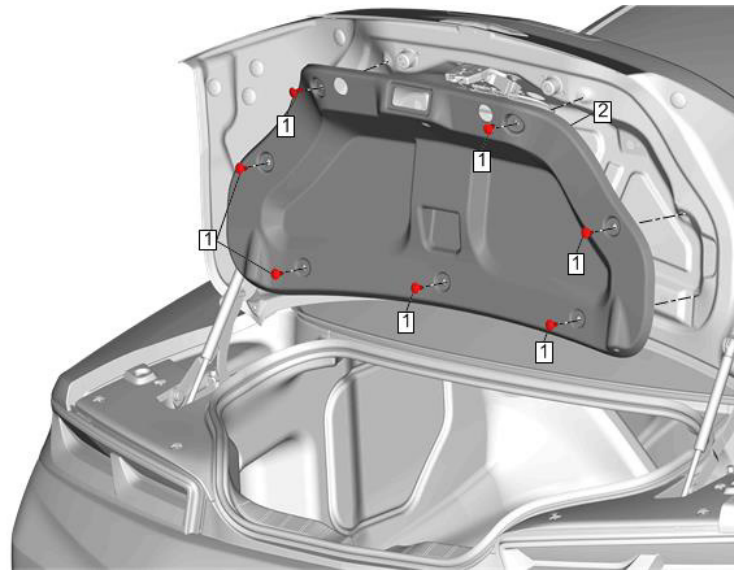

Figure 3 : Remplacement de la garniture de panneau interne de couvercle de coffre
8. Reposer la garniture de panneau interne de couvercle de coffre (Figure 3).